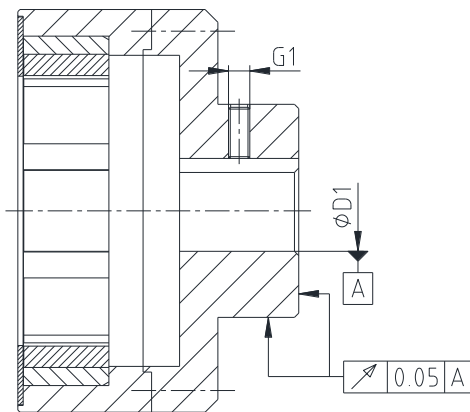

図 4: 同軸度と直角度(アウターローター)
- お客様が軸穴加工をされる場合は、図 4 と 5 に記載されている同軸度及び直角度を遵守して下さい。